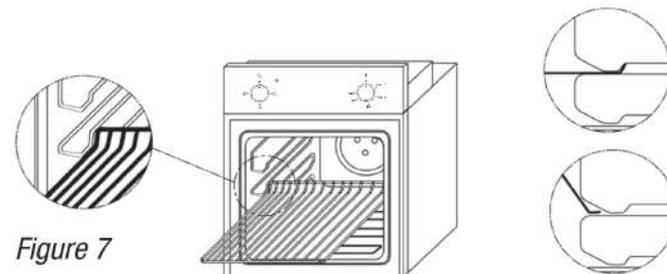

Figure 7
**Attention :** Les rainures et la grille ont des formes spéciales pour éviter une chute accidentelle de la grille en la sortant du four. La Figure 7 ci-dessous montre la façon dont il faut insérer la grille dans le four et comment l'en sortir.